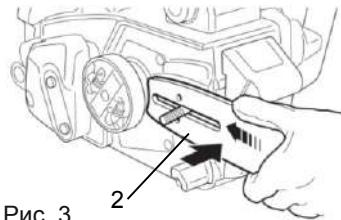

Рис. 3
4. Установите направляющую шину на силовой агрегат, а затем продвигните направляющую шину в сторону муфты (рис. 3).